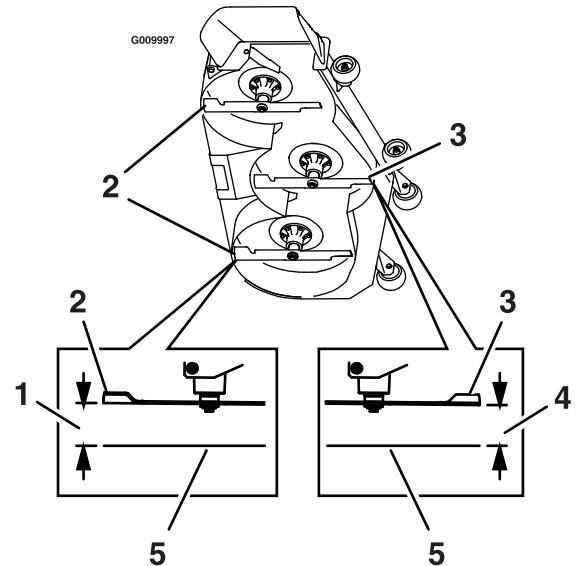

Figure 75
8. Mesurez la distance entre la surface plane et la pointe avant de la lame centrale (Figure 75).